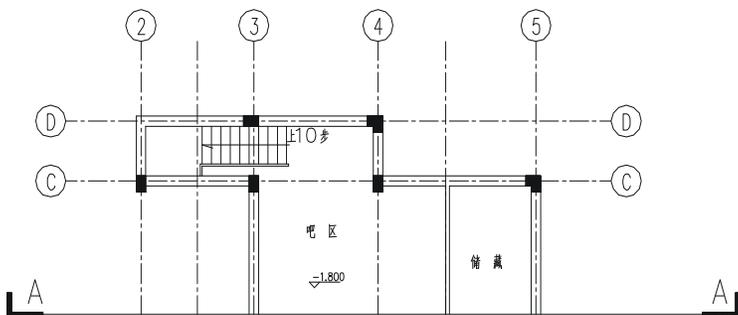
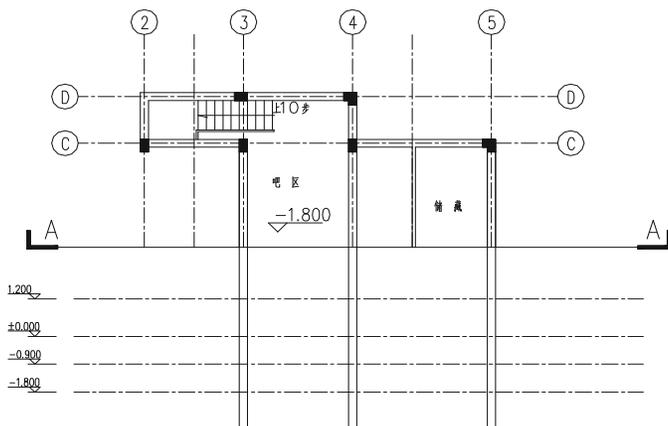

图 10-2-3
图 10-2-4
**STEP 04** 使用 TRIM 命令剪掉剖面标记的下部分, 如图 10-2-3 所示。
**Chapter 10** **STEP 05** 将上面复制的楼层标高线放在如图 10-2-3 所示的图形下方, 并引出辅助线, 确定梁的位置及宽度, 如图 10-2-4 所示。